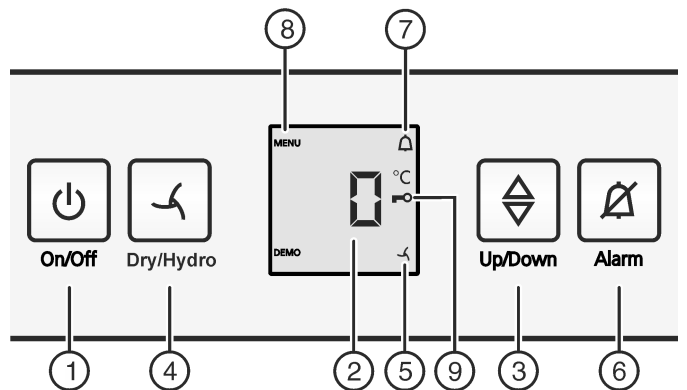

Fig. 2
- Nyomja meg a On/Off gombot Fig. 2 (1).
- ▶ Aktiválja a beállítási módot: Nyomja a Dry/Hydro gombot *Fig. 2 (4)* kb. 6 mp-ig.
- ▷ Kigyullad a Menü ikon *Fig. 2 (8)*.
- ▶ A jóváhagyáshoz röviden nyomja meg a Dry/Hydro gombot *Fig. 2 (4)*.
- ▶ A gyermekbiztosíték bekapcsolásához röviden nyomja meg a Dry/Hydro gombot *Fig. 2 (4)*.
- ▷ A gyermekbiztosíték ikonja *Fig. 2 (9)* világít. A kijelzőn **c** villog.
- ▶ A gyermekbiztosíték kikapcsolásához röviden nyomja meg a Dry/Hydro gombot *Fig. 2 (4)*.
- ▷ A gyermekbiztosíték ikon *Fig. 2 (9)* kialszik. A kijelzőn **c** villog.
- ▶ Beállítási mód kikapcsolása: Nyomja meg a On/Off gombot *Fig. 2 (1)*.
- ▶ Nyomja meg a riasztás gombot *Fig. 2 (6)*.